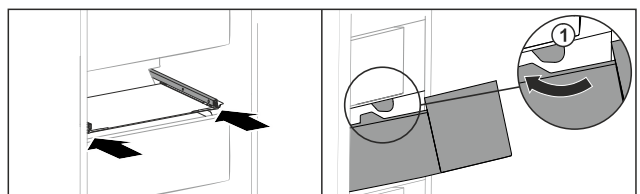

Fig. 208
- ▶ Обвести висувний ящик навколо стопора Fig. 208 (1).